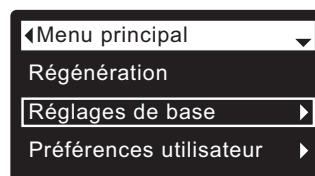

FIG. 34
1. À partir d'un écran d'état dynamique, appuyez sur le SÉLECTEUR (O) pour afficher le **Menu principal**.
2. Appuyez sur le bouton BAS (▼) pour faire défiler les options du menu et mettre en évidence **Réglages de base** (cf. Figure 34).